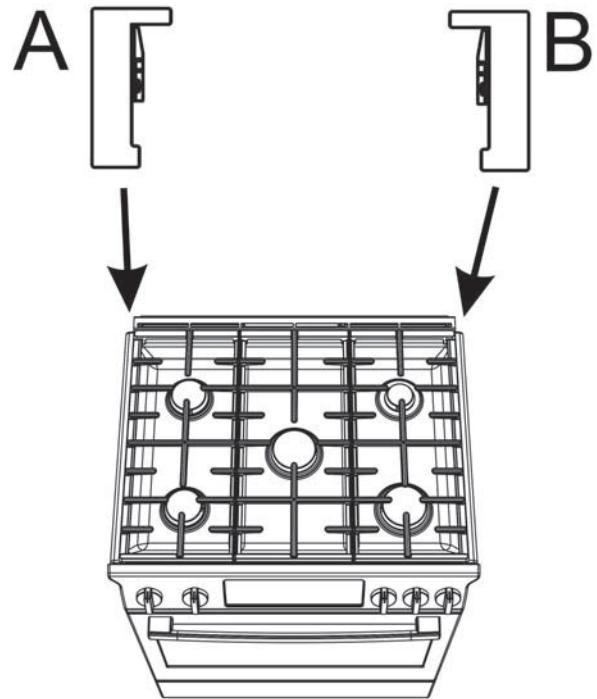
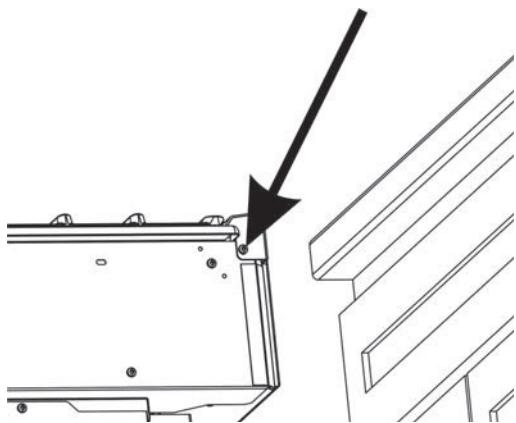

Figure 1 : Identifier les cache-coins droits et gauches
Figure 2 : Emplacement des vis latérales de la garniture arrière
Si la cuisinière est déjà installée, peut-on la faire glisser suffisamment vers l'avant pour pouvoir accéder aux vis latérales de la garniture arrière ? Voir Figure 1 : Identifier les cache-coins droits et gauches et Figure 2 : Emplacement des vis latérales de la garniture arrière.
2. Identifiez le cache-coin qui doit être fixé à gauche (A) et à droite (B) à l'arrière de la cuisinière. Voir Figure 1 : Identifier les cache-coins droits et gauches.
3. Faites glisser la cuisinière suffisamment vers l'avant pour pouvoir accéder aux vis de montage latérales de la garniture arrière (voir Figure 2 : Emplacement des vis latérales de la garniture arrière). Lisez l'*Avis relatif à la bonne technique de manutention* dans la section sur la sécurité du présent manuel.
4. Retirez uniquement les deux vis latérales qui maintiennent la garniture arrière (une de chaque côté); voir Figure 2 : Emplacement des vis latérales de la garniture arrière. Conservez ces vis pour fixer les cache-coins. Si aucune vis ne se trouve à ces emplacements, vous les trouverez dans le nécessaire fourni à cet effet.